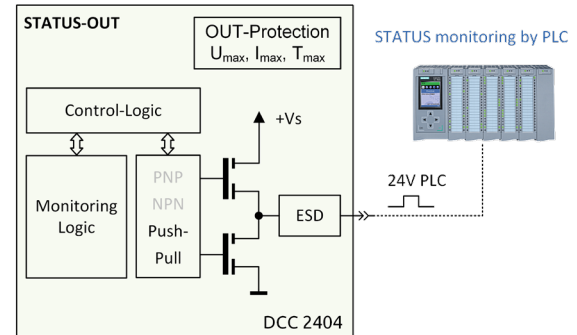

Abbildung 14: Push-Pull – LH-aktiver Ausgang mit 24 V Signalpegel
- **Push-Pull** (siehe Abbildung 14)